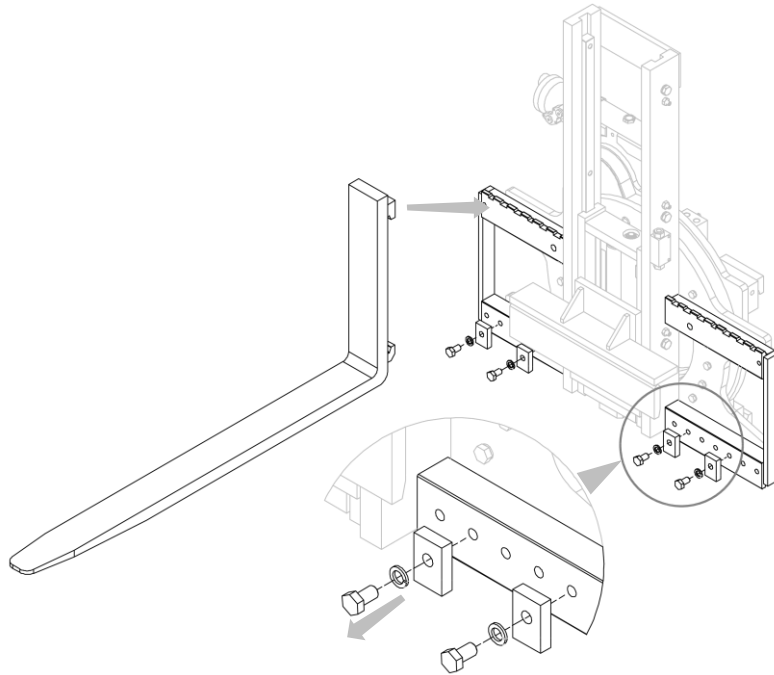

Figure 11
1. Fixer les fourches dans la position souhaitée après avoir dévissé les butées de fourche (voir *Figure 11*).